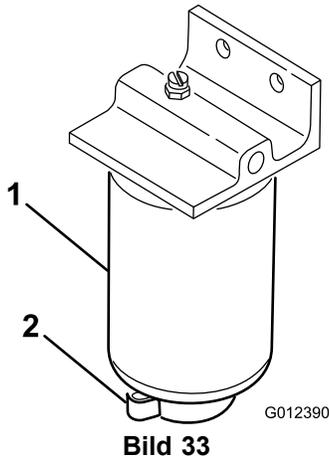

Bild 33
1. Stellen Sie einen sauberen Behälter unter den Kraftstofffilter (Bild 33).
1. Reinigen Sie den Anbaubereich der Filterglocke (Bild 33).